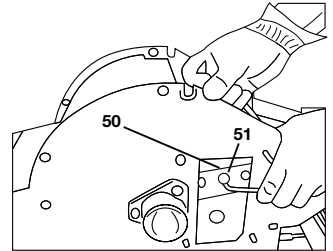

Bild 43
- Rotor so drehen (50), dass das Messer (51) durch die Öffnung sichtbar ist (siehe „Bild 43“).
- Senkschraube (SW 5) am Messer (51) lösen und herausdrehen.